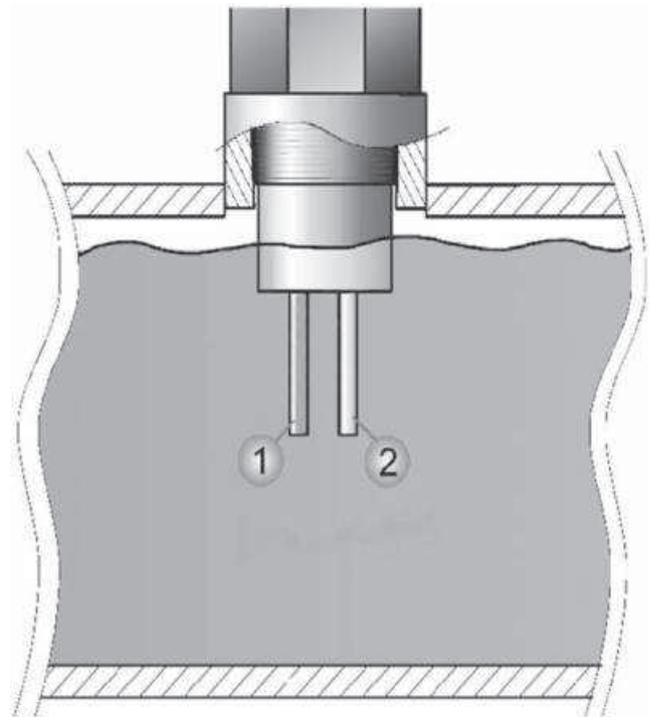

Рисунок 2. Принцип работы
Принцип работы реле потока основан на зависимости теплоотдачи нагревательного элемента (1) (см. рисунок 2) от скорости движения потока, охлаждающего его.